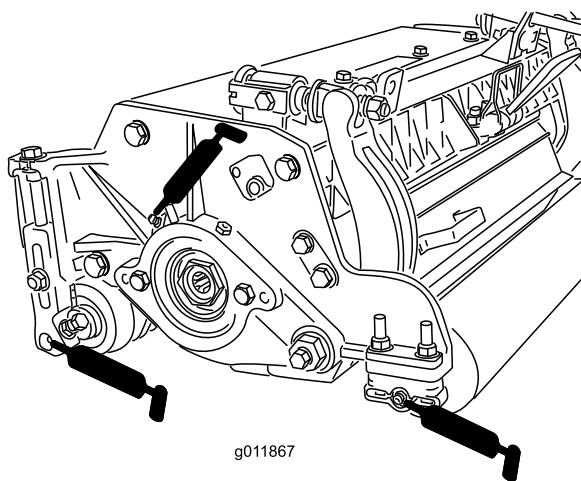

Figure 25
Chaque plateau de coupe comporte (6) graisseurs (Figure 25) qu'il faut lubrifier régulièrement avec de la graisse universelle au lithium N° 2.